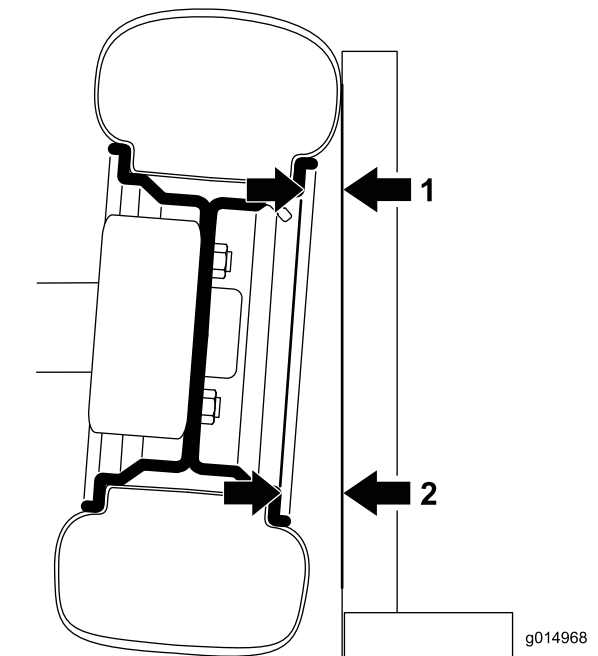

Figura 30
1. Per controllare l'inclinazione posizionate una squadra a 90 gradi sul terreno con il lato verticale a contatto con la parte anteriore del pneumatico (Figura 30).
2. Misurate dalla stessa parte del bordo sulla parte superiore e inferiore del pneumatico fino alla squadra (Figura 30). La distanza della misurazione inferiore deve superare di 2,3 mm la misurazione superiore. Concludete la misurazione su entrambi i pneumatici anteriori prima di procedere alla regolazione.